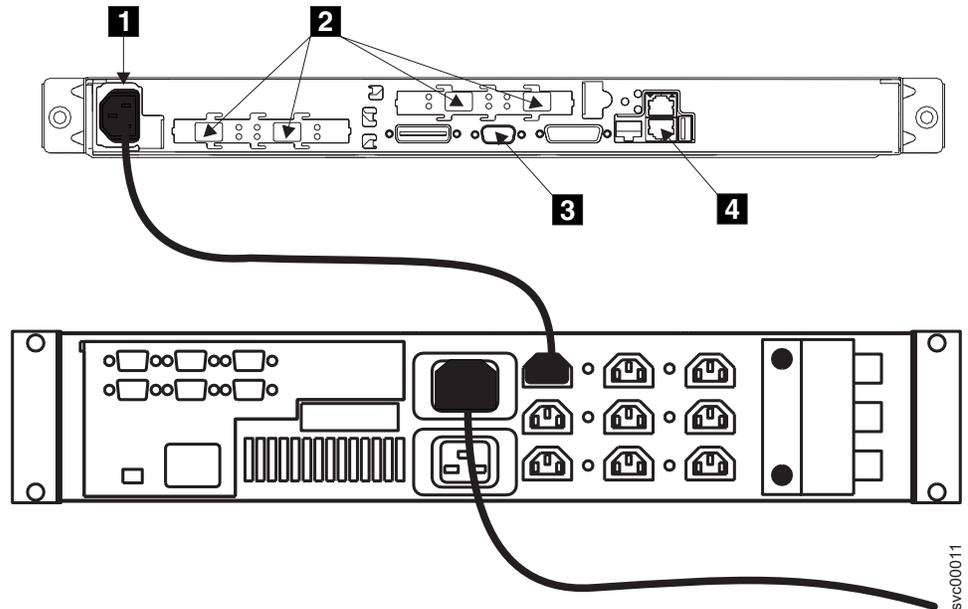

図 3. 電源ケーブルおよび信号ソケット
xxix ページの図 3 は、SAN ボリューム・コントローラーおよび無停電電源装置 (UPS) 5125 のコネクタを示しています。
2. 電源ケーブルが UPS 5125 に接続されていることを確認します。また、電源ケーブルの他方の端が、UPS 5125 からラックの配分点に接続されていることも確認します。 図 3 を参照してください。